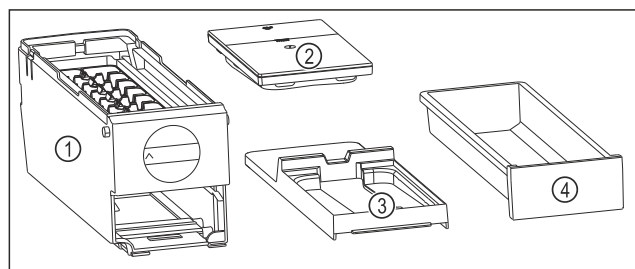

Fig. 79 Bestandteile des EasyTwist-Ice
- EasyTwist-Ice ist in vier Teile zerlegt. (siehe Fig. 79)
- EasyTwist-Ice nur in abgebildete Bestandteile zerlegen. (siehe Fig. 79)
- EasyTwist-Ice-Korpus Fig. 79 (1) als Ganzes reinigen.